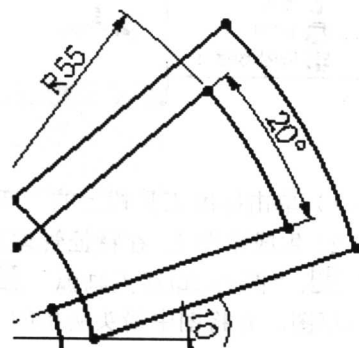

图 1-24 草图
- 4) 用“直线”和“圆心/起点/终点画弧”绘制草图，如图 1-24 所示。